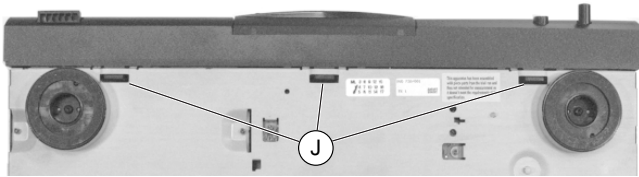
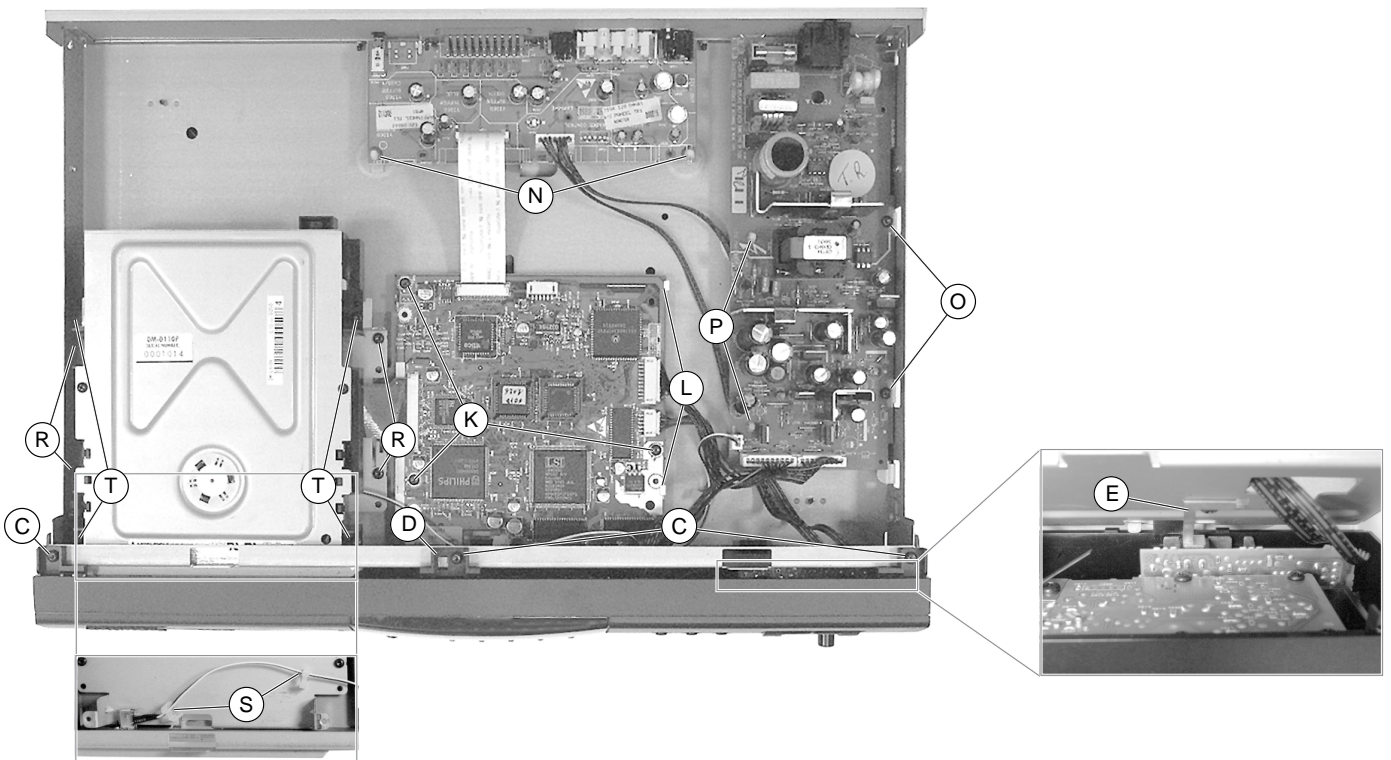

Fig. 3
Fig. 5
- 3 Schrauben (C) und 4 Schrauben (R) herausdrehen (Fig. 5).
Montagehinweis: Rasthaken (J) unten einhängen (Fig. 3) und vor dem Arretieren der Frontblende darauf achten, daß sich die Massefeder (E) (Fig. 5) nicht verbiegt.
- 3 Schrauben (K) (Fig. 5) herausdrehen und Digitalplatte aus dem Gerät nehmen.
- Digitalplatte so einbauen, daß diese in den Platinenhaltern (L) (Fig. 5) einrastet.
- 2 Rastnasen (N) (Fig. 5) lösen und A/V-MUX-Platte aus dem Gerät nehmen.
- 2 Rastnasen (P) (Fig. 5) lösen und Netzteil aus dem Gerät nehmen.
- 4 Schrauben (R) (Fig. 5) herausdrehen.
Hinweis: Das Kabel (S) (Fig. 5) für den Netzschalter ist auf dem Laufwerkhalter befestigt.
- 4 Schrauben (T) (Fig. 5) herausdrehen und Laufwerk aus dem Gerät nehmen.
- Undo 3 screws (C) and 4 screws (R) (Fig. 5).
Note: Insert the catches (J) on the bottom (Fig. 3). Before locking in the front panel take care that the earth spring (E) does not deform (Fig. 5).
- Undo 3 screws (K) (Fig. 5) and take out the Digital Board.
- Fit the Digital Board so that it locks into the pcb holders (L) (Fig. 5).
- Disengage the 2 locking lugs (N) (Fig. 5) and remove the A/V-MUX Board.
- Disengage the 2 locking lugs (P) (Fig. 5) and remove the Power Supply.
- Undo 4 screws (R) (Fig. 5).
Note: The cable (S) (Fig. 5) for the mains switch is attached to the holder of the Basic Engine.
- Undo 4 screws (T) (Fig. 5) and remove Basic Engine.